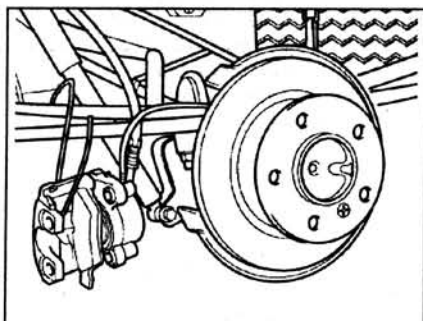

Рис. 5.8. Снимите тормозной суппорт и подвесьте его с помощью проволоки.
2. Снимите тормозной суппорт и подвесьте его с помощью проволоки (рис. 5.8).